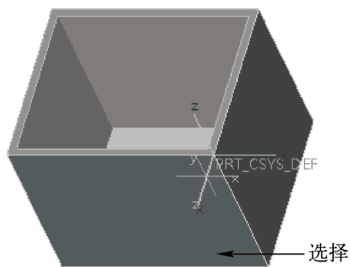

图 5-76 选择三个参考面
STEP 02 在功能区选项板的“模型”选项卡中，单击“基准”面板中的“坐标系”按钮, 弹出“坐标系”对话框，按住〈Ctrl〉键的同时依次选择三个参考面，如图 5-76 所示。